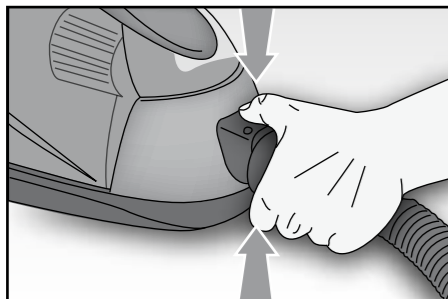

Fig. 2
- Вставить муфту шланга (14) в отверстие для входа воздуха (6) и нажать на неё до щелчка. Для отсоединения шланга необходимо одновременно нажать на две блокирующие кнопки (20) и вынуть его из отверстия (Рис.2).